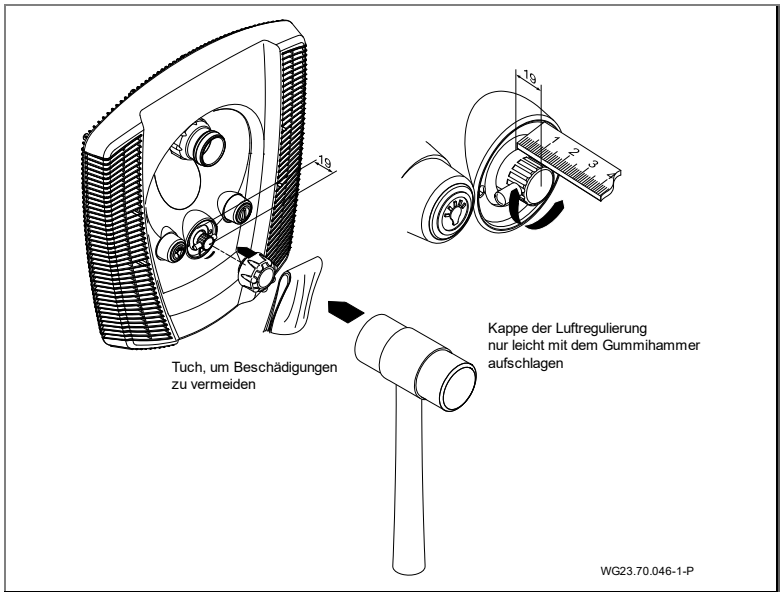

Abb. 20
8. Kappe für Luftregulierung (21) befestigen. (Abb. 20)
9. Jet-Pumpe (92) mit der halben Verschraubung (98, 99, 100), dem Gummiwinkel (79) und den dazugehörigen Klemmen (75) saug- und druckseitig am Einbaugehäuse anschließen.